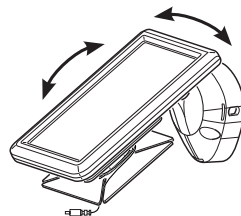

Figura 7
2. Gire el panel solar al ángulo deseado (vea la Figura 7).